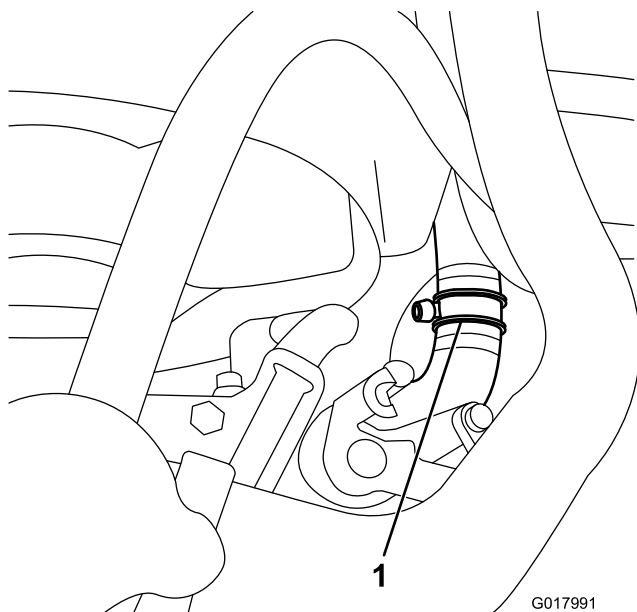

Figura 27
3. Corte la manguera inferior del radiador a 54 mm aproximadamente del extremo de la manguera que va al radiador (Figura 27).
4. Conecte el acoplamiento en T a los extremos recién cortados de la manguera inferior del radiador con las 2 abrazaderas anchas (Figura 27).